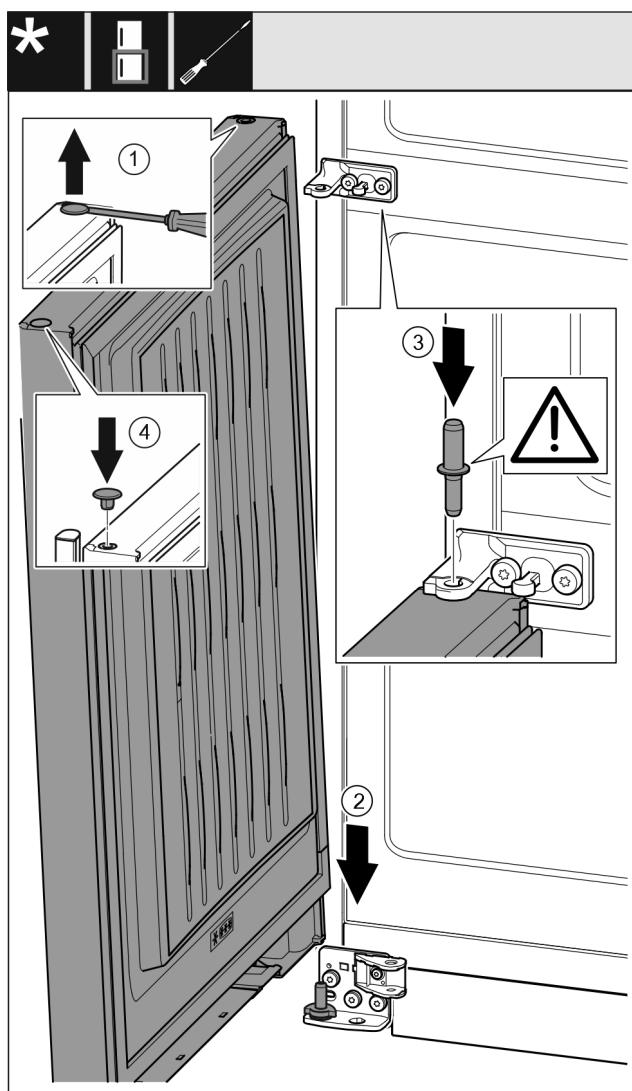

Fig. 41
- Ravnim odvijačem oprezno podignite čep i izvadite ga. Fig. 41 (1)
- Stavite vrata odozgo na donji svornjak ležaja. Fig. 41 (2)
- Umetnute srednji svornjak ležaja kroz srednji podložak ležaja u donja vrata. Pri tome pazite da je ispuštenje za blokiranje okrenuto prema otvara. Fig. 41 (3)
- Ponovo umetnute čep na drugoj strani vrata. Fig. 41 (4)